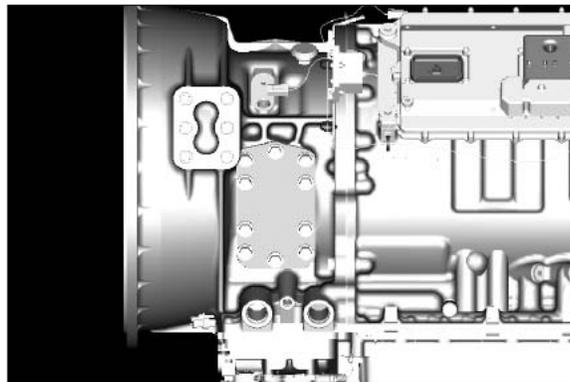

Fig. 1
1. Rimuovere la piastra sull'apertura della presa di forza con una chiave a tubo da 16 mm (**fig. 1**).